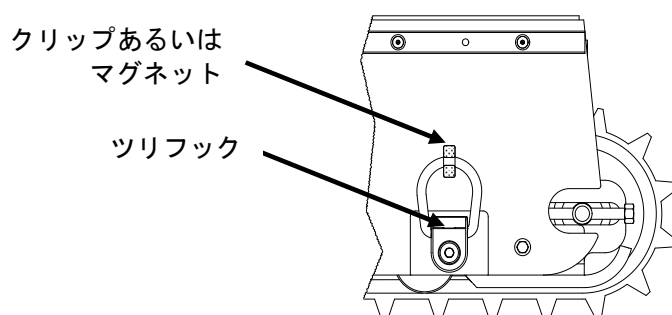

図22. ツリフックの位置
5. 4箇所のツリフックの吊り輪部分をプラットフォームから外す。(図22参照)